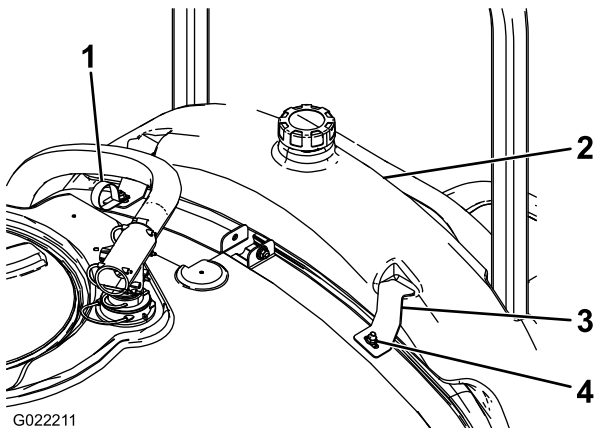

Figura 3
- Montate il serbatoio di lavaggio come illustrato in Figura 3.
- Utilizzando 2 rondelle grandi e 2 dadi flangiati montate le staffe del serbatoio di lavaggio e la fascetta fermacavi a R sui bulloni a testa tonda montati in precedenza (Figura 3).